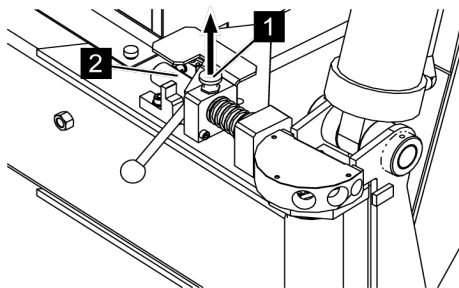

Fig. 83: Desserrer le blocage
1. → Tirer la pointe de blocage (Voir la Fig. 83/1) vers le haut, jusqu'à ce que la goupille de verrouillage (Voir la Fig. 83/2) puisse tourner librement.